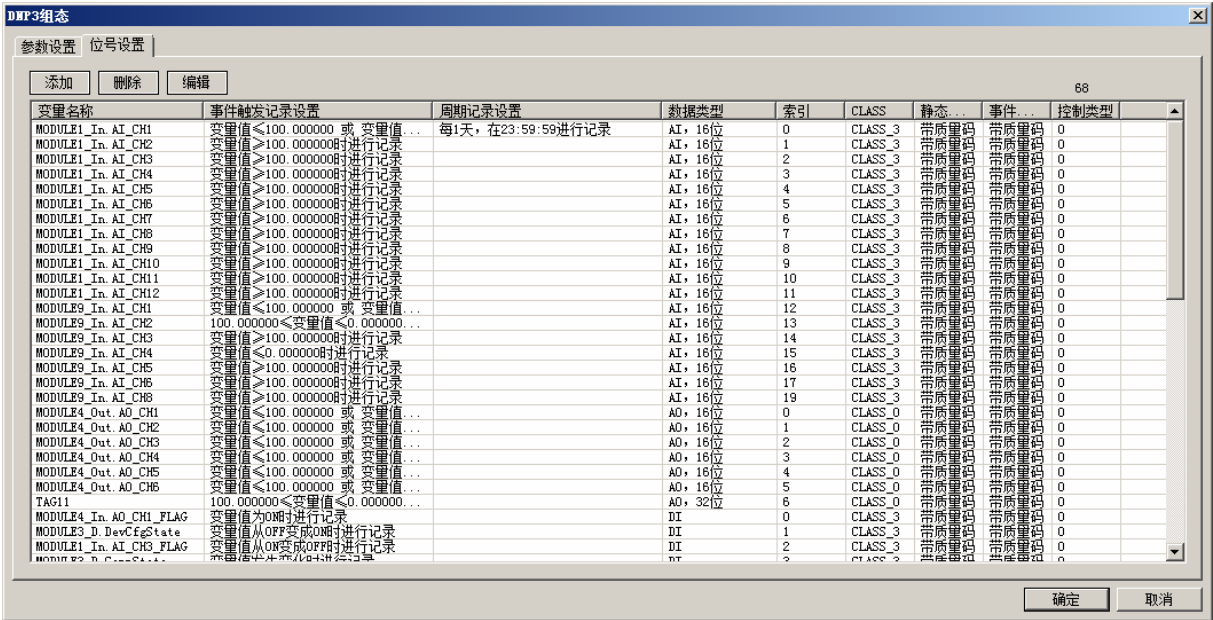

图 4-24 DNP3 组态-位号设置
3. 点击“位号设置”页签，如图 4-24所示。点击“添加”，即打开“变量记录设置”界面，将变量记录添加到位号设置中。“变量记录设置”界面中的变量为步骤 1 中在变量管理中设置的变量。